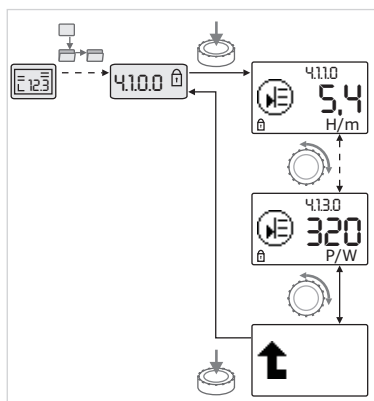

Fig. 46: Priklic informacij
- Z obračanjem upravljalnega gumba krmilite elemente menija tipa »Informacija« aktualnega podmenija (glejte Fig. 46). Za razlago nastavitev, ki jih predstavljajo znaki, glejte tabelo v poglavju 8.7 »Razlaga elementov menija« na strani 36.